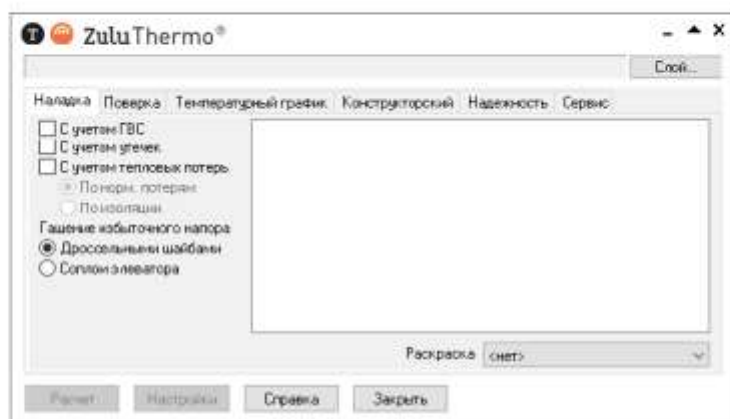

Рисунок 15.4. Окно теплогидравлических расчетов
1. Выбрать команду главного меню Задачи/ZuluThermo или нажмите кнопку  панели инструментов. Откроется диалог теплогидравлических расчетов (смотрите Рисунок 15.4, «Окно теплогидравлических расчетов»).